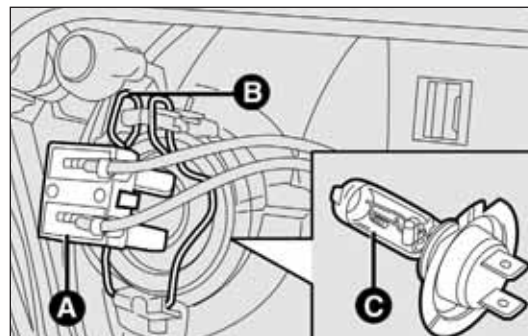

fig. 190
- scollegare il connettore elettrico A-fig. 190;